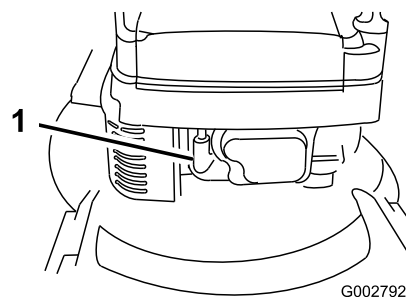

Figura 12
1. Conecte el cable de la bujía (Figura 12).